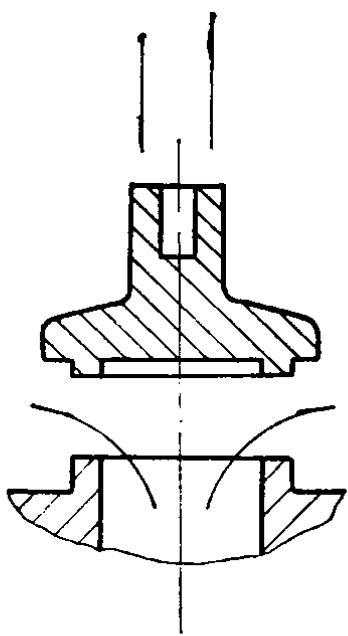

图 2-1 截门形结构
1. 截门形——关闭件沿着阀座中心线移动。如图 2-1 所示。